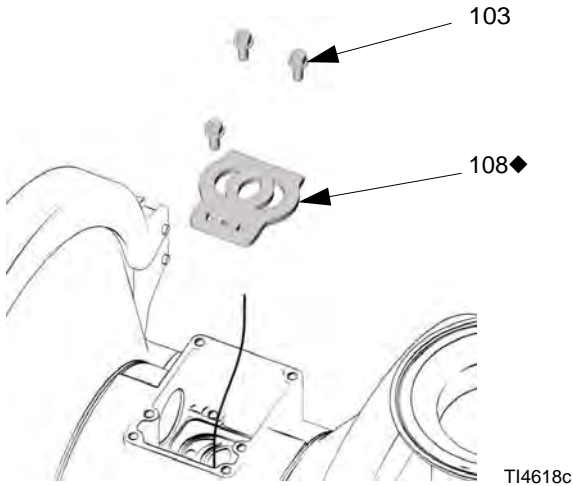

ABB.9
- Die Ventilplatte (108) an ihrem Platz untersuchen. Wenn sie beschädigt ist, mit einem Torx-Schraubendreher (T20) oder einem 7-mm-Steckschlüssel (9/32 Zoll) die drei Schrauben (103) entfernen. Die Ventilplatte (108) ausbauen. Siehe ABB.9.
- Die Ventilplatte (108) mit der Dichtung nach unten in die Kammer einbauen. Die drei Schrauben (103) mit einem Torx-Schraubendreher (T20) oder einem 7-mm-Steckschlüssel (9/32 Zoll) anbringen. Festziehen, bis die Schrauben am Gehäuse anstoßen. Siehe ABB.9.